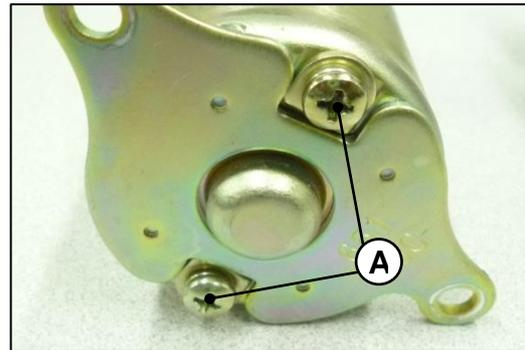

Fig.40
Remueva los dos tornillos (A) del motor de arranque Fig.40